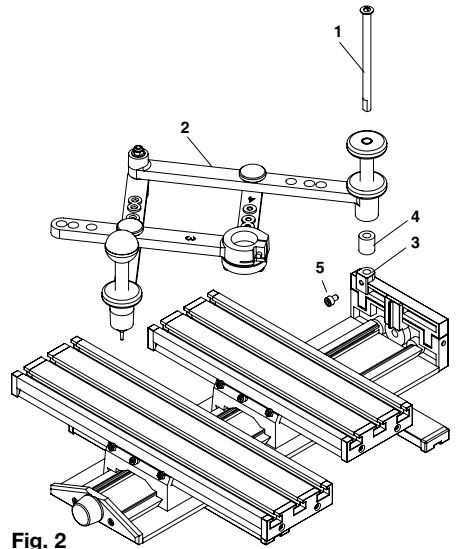

Fig. 2
1. Achse 1 durch die Öffnung im Führungsarm 2 stecken (siehe Fig. 2)